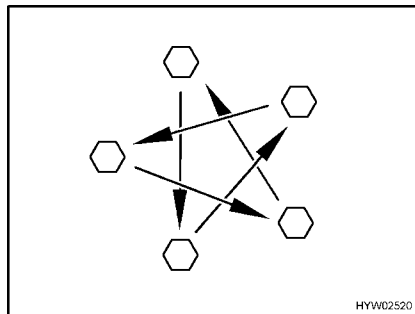

Fig. 297 Apretar las tuercas o los tornillos de las ruedas en forma de cruz
- Comprobar periódicamente que las tuercas o tornillos de las ruedas estén firmemente apretados. Volver a apretar las tuercas de rueda o los tornillos de rueda de una rueda cambiada después de 50 km (Fig. 297). Par de apriete, véase apartado 14.5.2.
- Al utilizar llantas nuevas o recién pintadas, reajustar además las tuercas o tornillos después de 1 000 a 5 000 km aprox (Fig. 297).
- ▷ Apretar en forma de cruz las tuercas o los tornillos de las ruedas (Fig. 297).